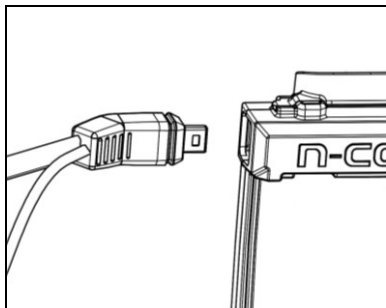

Fig. 5
- Conecte el cableado izquierdo a la contraparte, como se muestra en la figura (Fig. 5).